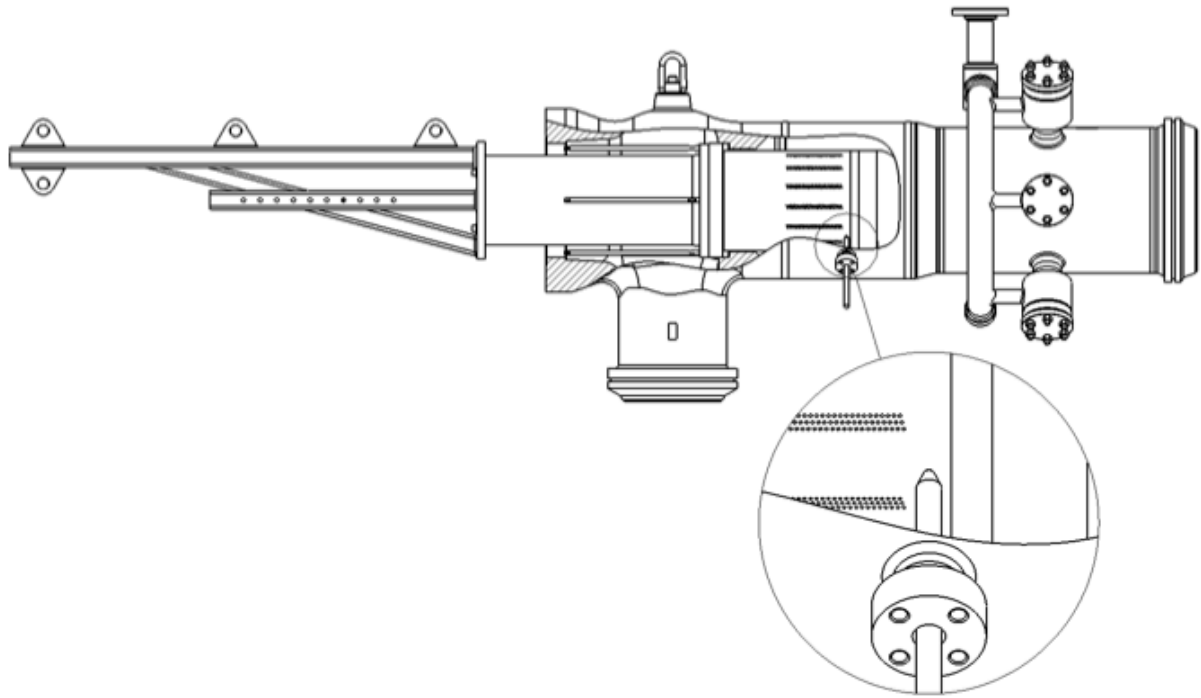

Figure 7 - Dépose de la bague de siège/du diffuseur de bague de siège
2. Vissez les tiges de support du diffuseur dans les orifices jusqu'au contact. Serrez d'un tour complet après contact pour supporter le diffuseur (voir figure 7).